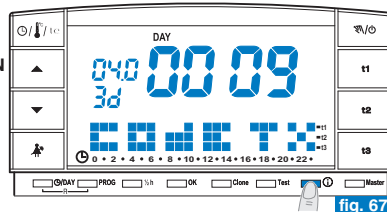

fig. 67
- Desde la ventana anterior (fig. 65) pulsar nuevamente la tecla **i**: en pantalla aparecerá el número de serie que es transmitido por el cronotermostato cada vez que se produce una transmisión de datos (ejemplo fig. 67).